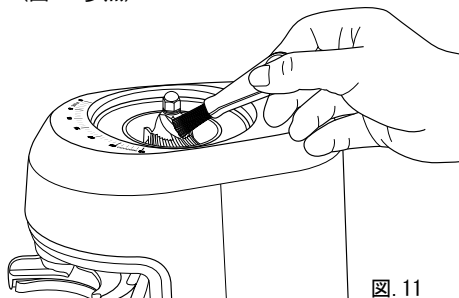

図. 11
6. コニカル刃用ブラシ(トレイ下の専用保管場所にあります)を使用して、グラインドカートリッジ(上部刃)と下部刃を清掃してください。(図. 11参照)